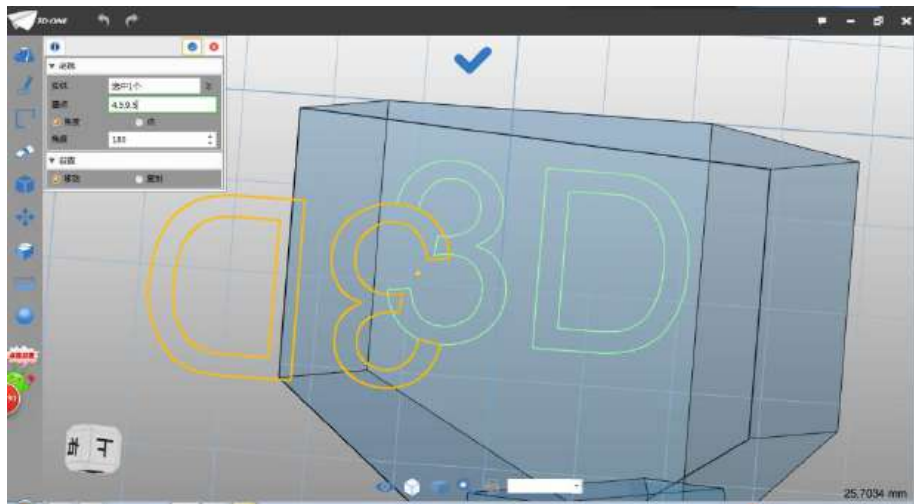

图 1-20
Step 20 在弹出的对话框中输入 3D ， 点击确定。选择旋转命令  ， 选择绘制的草图字体， 旋转角度设为 180° ， 基点设为 (4.5, 9.5) ， (此处位于实体平面内中间位置即可) ， 如下图 1-20 所示：